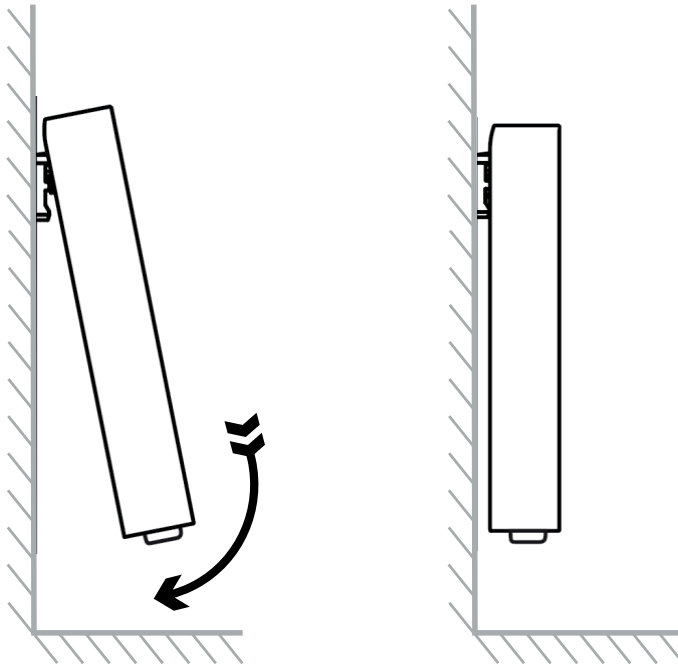

Fig. 3
- Suspendez le radiateur (**Fig. 3**) et utilisez un tournevis pour verrouiller les deux supports (**Fig. 4**) afin d'empêcher le radiateur de se détacher du crochet.